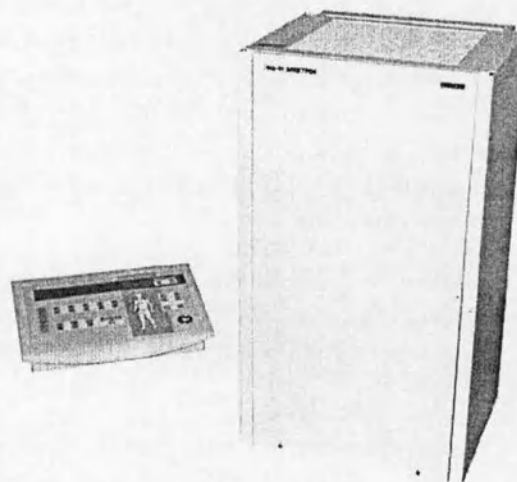
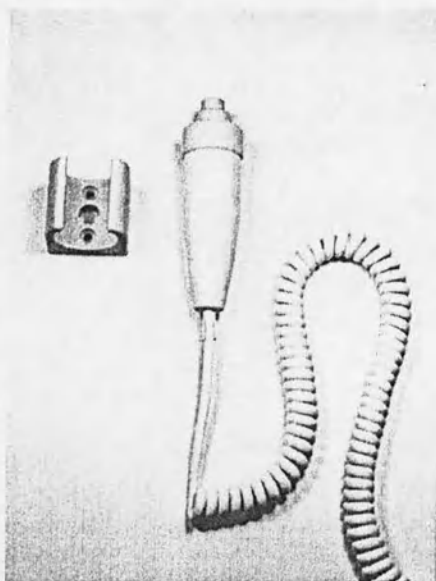

Рис. 1.7. Рентгеновское питающее устройство.
Рис. 1.8. Кнопка снимка.
- рентгеновское питающее устройство (рис.1.7) с пультом управления и кнопкой снимка (рис.1.8), комплектом высоковольтных кабелей (проложенных через кронштейн штатива);